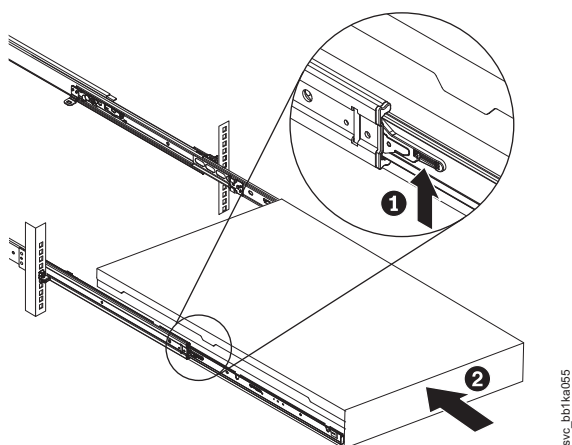

Figura 283. Levantando as alavancas de travamento dos trilhos deslizantes do rack
11. Levante as alavancas de travamento (**1** na Figura 283) nos trilhos deslizantes e empurre o servidor **2** completamente no rack até que ele encaixe.